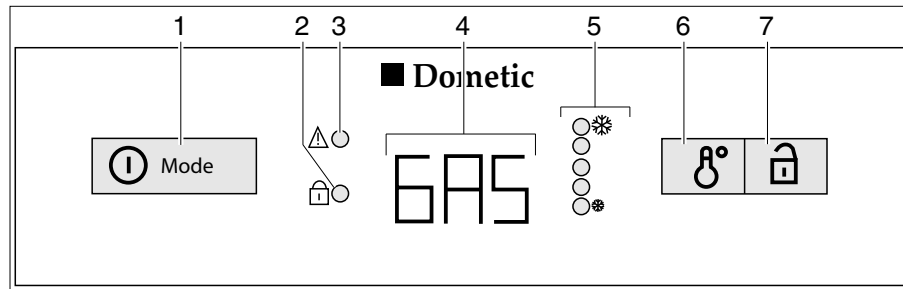

Bild 202 Bedienelemente für den Kühlschrank (Dometic 8er-Reihe mit AES)
Bei Störungen blinkt die Anzeige-LED Störung "⚠" (Bild 202,3).
Wenn die 230-V-Versorgung **nicht** angeschlossen und der Fahrzeugmotor **ausgeschaltet** ist, wählt das AES die Gasversorgung. Beim Anwählen des Gasbetriebs wird die Zündsicherung automatisch geöffnet, so dass Gas zum Brenner strömen kann. Gleichzeitig wird der elektronische Zünder eingeschaltet. Erlischt die Gasflamme, z. B. durch einen Luftzug, wird der Zünder sofort aktiviert und zündet das Gas wieder an. Bei Störung im Gasbetrieb blinkt in der Betriebsanzeige (Bild 202,4) der Text "GAS".
Nach dem Einschalten wählt der Kühlschrank automatisch die mittlere Thermostateinstellung. Diese Einstellung kann manuell mit dem Schalter für die Temperatureinstellung (Bild 202,6) nachgeregelt werden. Die Anzeige-LEDs (Bild 202,5) zeigen die gewählte Thermostateinstellung an. Mit dem Schalter wird die Kühltemperatur für alle drei Energiearten eingestellt. Es dauert einige Stunden, bis der Kühlschrank die normale Betriebstemperatur erreicht hat. Beim Umschalten der Betriebsart wird die Thermostateinstellung beibehalten. Die Kühltemperatur wird unabhängig von der Energieart beibehalten.
- Den Einschalter/Energie-Wahlschalter (Bild 202,1) 2 Sekunden lang drücken, um das Gerät einzuschalten. Die zuletzt gewählte Betriebsart wird in der Betriebsanzeige (Bild 202,4) angezeigt.
- Mit dem Einschalter/Energie-Wahlschalter (Bild 202,1) die Energieart wählen.
- Die Kühltemperatur am Schalter für Temperatureinstellung (Bild 202,6) einstellen. Die Anzeige-LEDs (Bild 202,5) zeigen die gewählte Thermostat-Einstellung.
- Den Einschalter/Energie-Wahlschalter (Bild 202,1) 2 Sekunden lang drücken. Alle Anzeigen erlöschen.